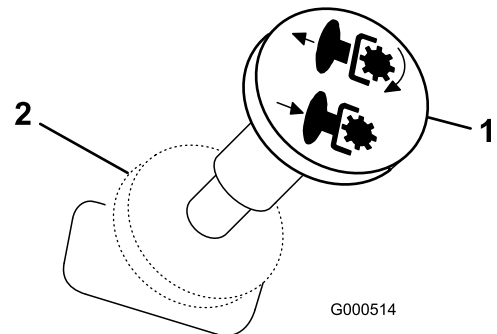

Figure 10
3. Tirez sur la commande des lames pour engager les lames (Figure 10).
Poussez la commandes de lames en position Désengagée pour désengager les lames (Figure 10).